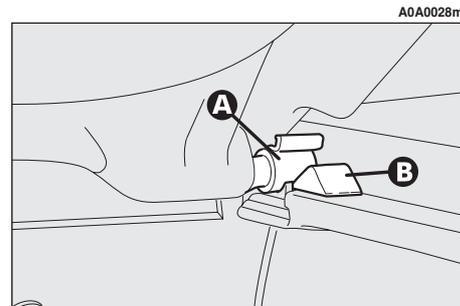

fig. 21
— dégager les broches (A-fig. 21) placées à l'extérieur de la tablette de leurs sièges (B) aménagés dans les supports latéraux, puis sortir la tablette vers l'extérieur.